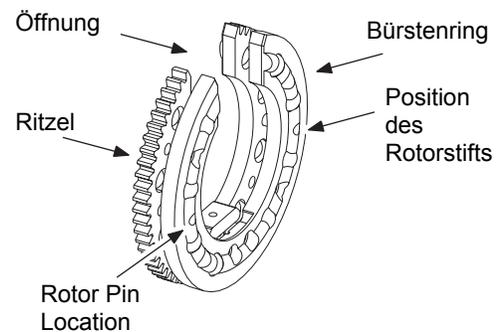

Abbildung 39 Rotor auf Arbeitsfläche legen
2. Legen Sie den Rotor auf eine saubere, trockene Arbeitsfläche, wobei die Rotoröffnung nach oben weisen muss. Trennen Sie das Ritzel vom Bürstenring weit genug, um die beiden Rotorstifte freizugeben. Siehe Abbildung 39.